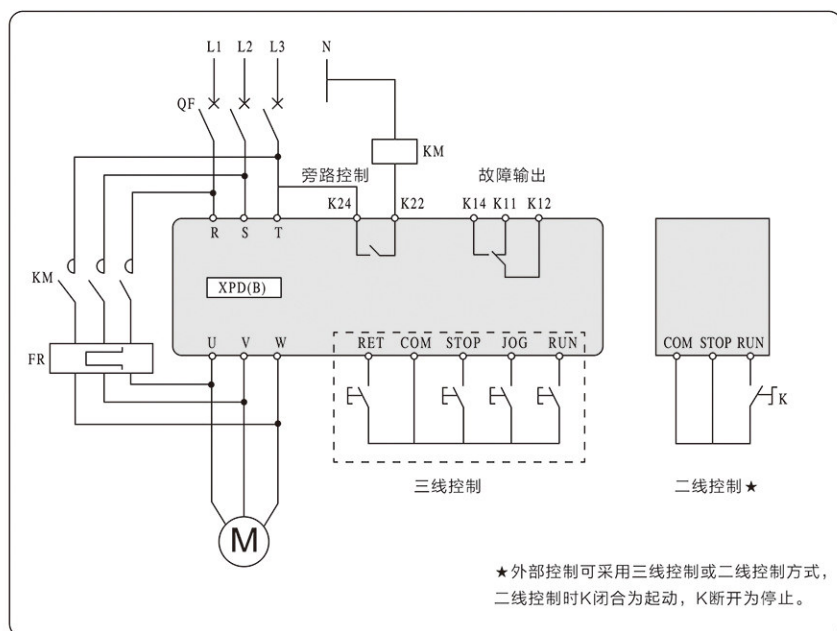

图5-2
1.XPD系列B型软起动器在起动完成后截止可控硅输出，因此使用时必须配接旁路接触器KM。详见图5-2。
2.XPD系列B型软起动器在起动完成并旁路接触器投入运行后，仅具备输入电压缺相保护功能，所以在使用时，电机侧必须加装热继电器FR或电机保护器来实现对电机的保护。详见图5-2。
2. XPD系列B型软起动器外部起动、停车控制有两种接线方式，即三线控制接线及二线控制接线。详见图5-2。
★ 表示外控有两种接线方式，详见基本接线图5-2
- ①. 应根据负载的特性选择合适的起动模式。
- ②. 为保证电机的软起动效果,斜坡初始电压不可设置过高,一般情况下设置为25% ~ 50%范围内。
- ③. 电压的百分比是实时引入电网电压的百分比。
- ④. 电流的百分比是指当前额定电流的百分比。
- ⑤. 当起停控制方式被设置为3,而外控连接为二线控制方式时(详见第7页图5-2), 键盘起动 **RUN** 键和 **STOP** 键无效。